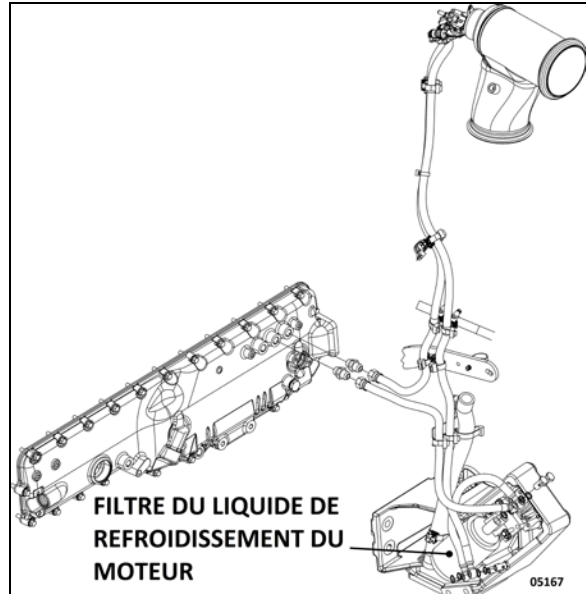

FIGURE 15 : FILTRE À LIQUIDE DE REFOIDISSEMENT (VOLVO D13)
4. Brancher l'extracteur du liquide de refroidissement (Figure 15) et l'utiliser pour vidanger le liquide de refroidissement du moteur. Une autre méthode consiste à vidanger le liquide de refroidissement dans un récipient approprié à l'aide du tuyau de vidange.